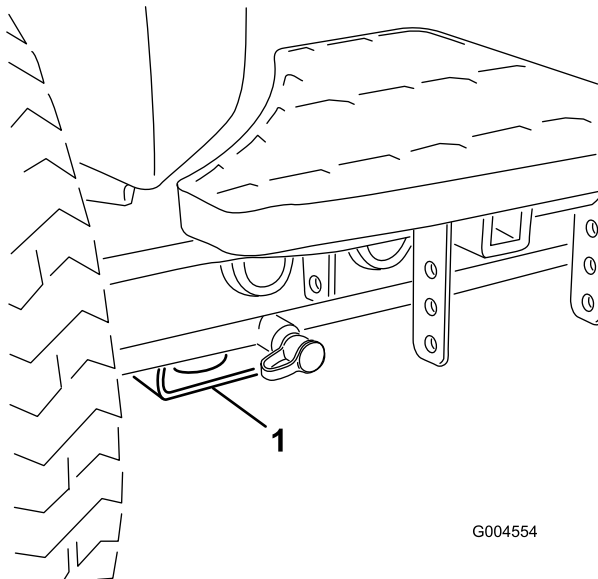

Figura 28
- **Parte delantera de la máquina** – bloque rectangular, debajo del tubo del eje, al interior de cada rueda delantera (**Figura 28**).